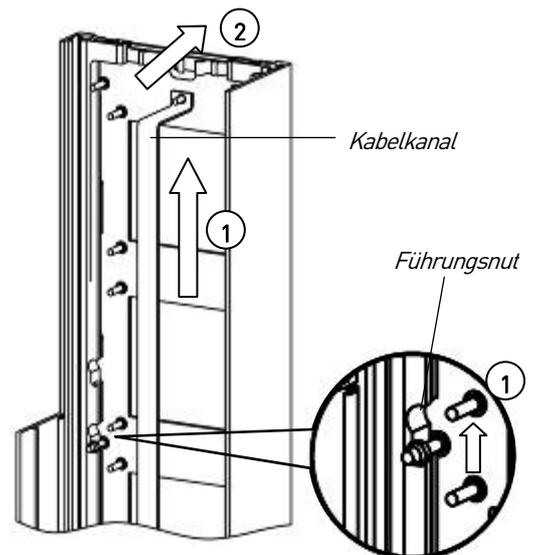

Abb. 16: K-Frontplatte oben de-/montieren
- ▶ Schieben Sie die K-Frontplatte oben ca. 10 mm hoch (1) (Abb. 16).
- ▶ Nehmen Sie die K-Frontplatte oben nach vorne ab (2).
- ▶ Stecken Sie die Gewindebolzen mit Mutter (x6) der K-Frontplatte oben in die Öffnung der Führungsnuten (Abb. 16 Detail).